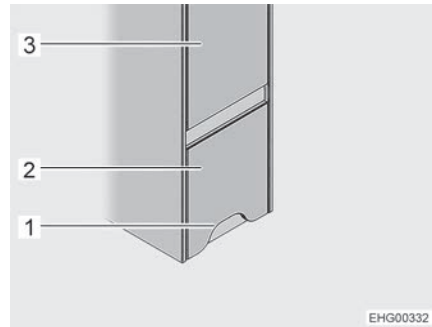
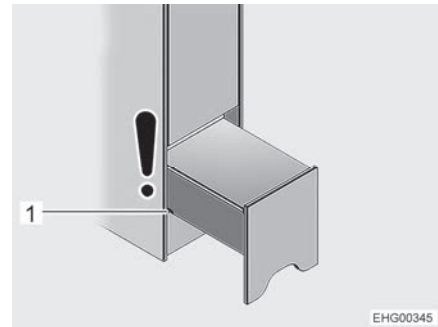

Fig. 122 Dispositivo de ascenso (cerrado)
Fig. 123 Dispositivo de ascenso (posición de noche)
El dispositivo de ascenso está instalado en el lado derecho del vehículo, debajo del armario ropero (Fig. 122,3) delante de la cama trasera.
- ▷ La puerta del cuarto de aseo se encuentra del lado opuesto del dispositivo de ascenso. Mientras que el dispositivo de ascenso sólo esté extraído parcialmente ("posición de noche", véase Fig. 123), todavía será posible abrir la puerta del cuarto de aseo. Si el dispositivo de ascenso está completamente extraído, para obtener acceso al compartimento de almacenamiento, ya no se podrá abrir completamente la puerta del cuarto de aseo.
- Agarrar el dispositivo de ascenso (Fig. 122,2) por el recorte (Fig. 122,1), levantarlo ligeramente y extraerlo hasta la primera ranura (Fig. 123,1) (posición de noche).